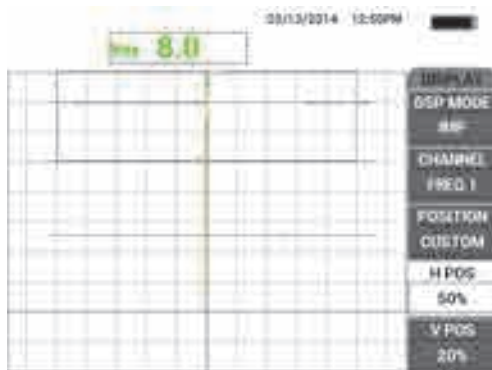

Рис. 5-88 Определение неизвестной толщины на основе отклонения вертикального сигнала
11. Нажмите и удерживайте клавишу REF SAVE ()^{REF}, затем нажмите клавишу ERASE ()^{REF}, чтобы удалить сигналы (см. Рис. 5-88 на стр. 194).